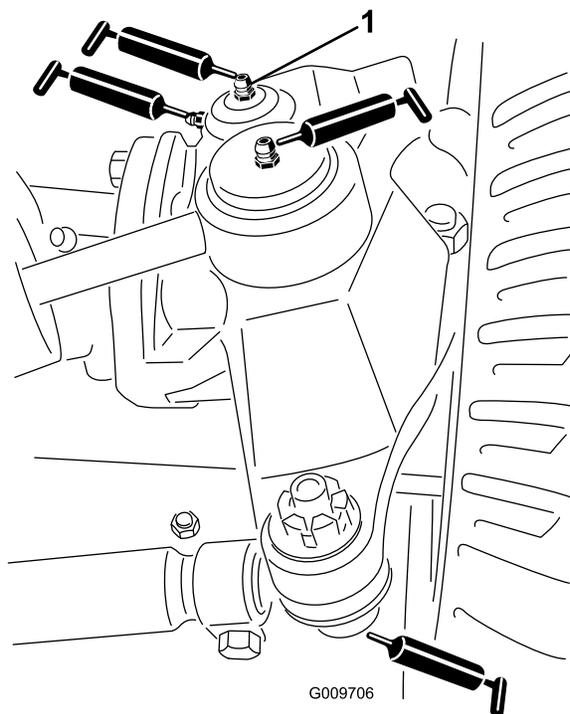

Рисунок 71
- Шаровые опоры гидроцилиндра рулевого управления (2 шт.) (Рисунок 71)
- Шаровые опоры стяжной тяги (2 шт.) (Рисунок 71)
- Втулки поворотных шкворней (2 шт.) (Рисунок 71). **Верхнюю масленку на поворотном шкворне следует смазывать только раз в год (2 хода насоса).**